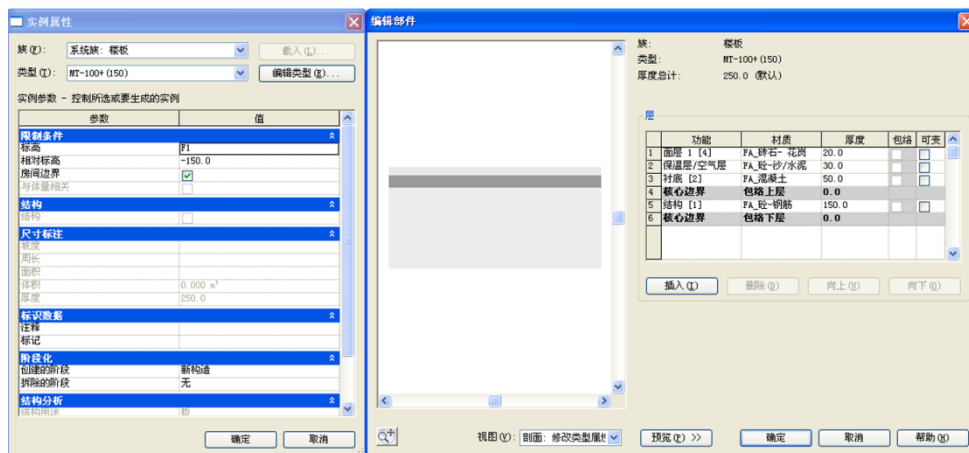

图 6-19
17) 使用上述方法新建楼板“MT-100+ (150)”：
首先在任意类型楼板上复制新的类型，命名为“MT-100+ (150)”在“属性”对话框中，设置其限制条件“相对标高”为-150，单击“编辑类型”打开“类型属性”对话框中单击“结构”后的“编辑”按钮，在“编辑部件”对话框中单击“插入”，插入三个新层，通过“向上”、“向下”命令调整层的顺序并一一设置其功能层、材质及厚度（如图6-19所示）。